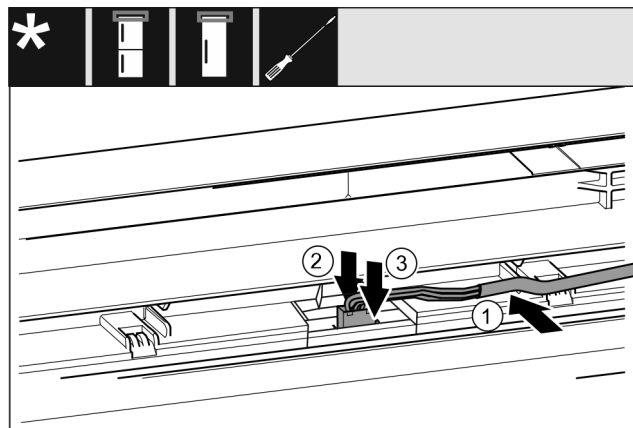

Fig. 39 Combine frigorifice / Congelatoare / Frigidere
- Introduceți cablul Fig. 39 (1) în ghidaj, în ușa superioară.
- Apăsăți ciocul de fixare Fig. 39 (2) spre înapoi.
- Fixați fișa Fig. 39 (3) în poziție.